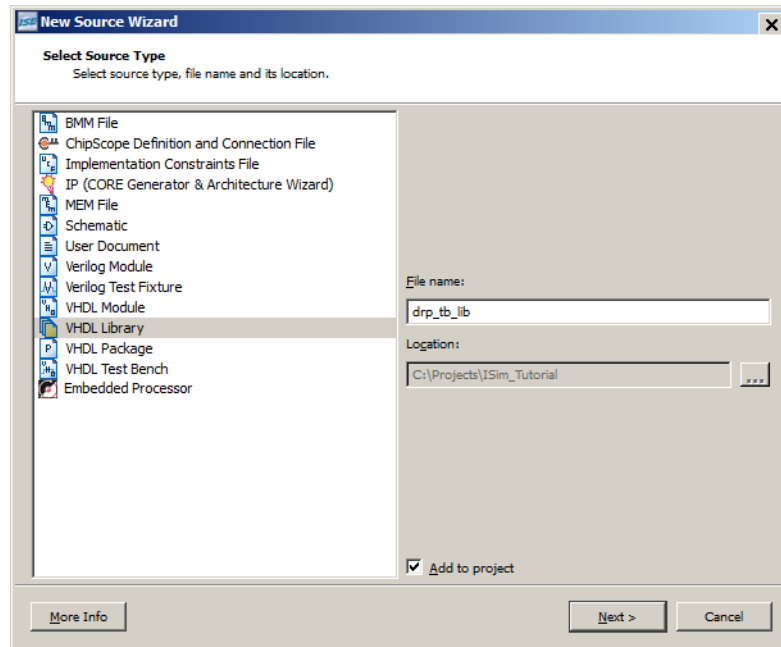

図 2-7 : ソース タイプの選択
3. VHDL のライブラリ名に「drp\_tb\_lib」と入力します (図 2-7)。